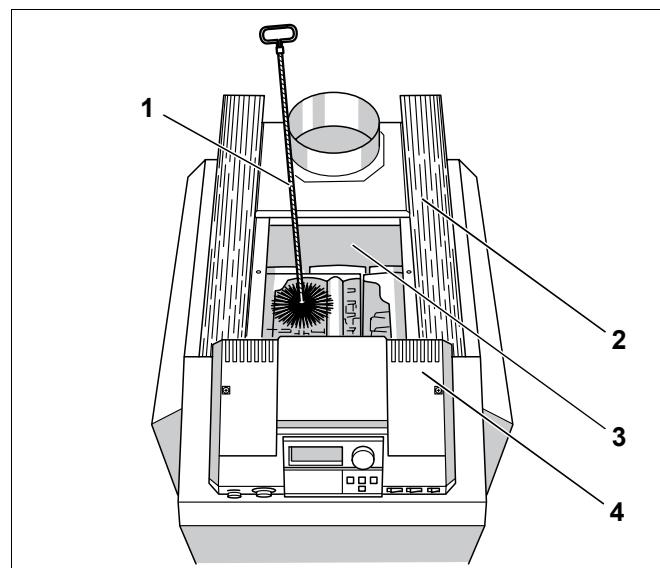

Рис. 41 Чистка газоотводящих каналов
- Откинуть в сторону теплоизоляцию (рис. 41, **поз. 2**).
- Снять крышку для чистки коллектора дымовых газов (рис. 41, **поз. 3**).
- Прочистить газоотводящие каналы щеткой для чистки (рис. 41, **поз. 1**).
- Удалить крышку для чистки с коллектора дымовых газов (рис. 41, **поз. 3**).